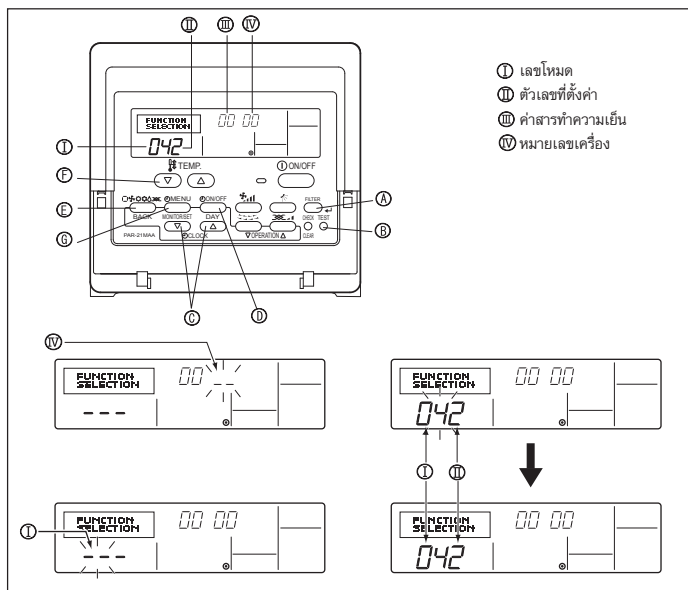

Fig. 6-8
1) สำหรับรีโมทคอนโทรลมีสาย (Fig. 6-8)
- ① ไปที่โหมดตั้งค่าฟังก์ชัน